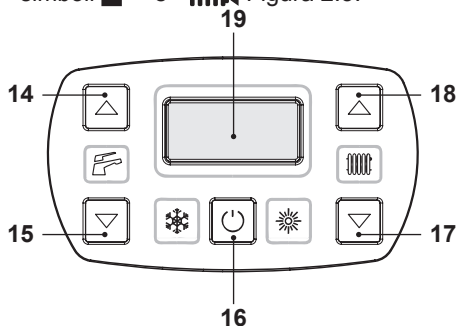

Figura 2.3
- Tenere premuto per 2 secondi il tasto 16 fino a far apparire sul display entrambi i simboli  e  Figura 2.3.